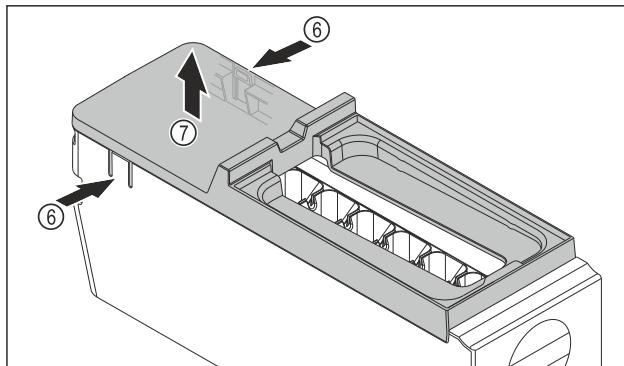

Fig. 112
- Изваждане на капака на корпуса на EasyTwist-Ice: Натиснете езичетата Fig. 112 (6) от двете страни на корпуса на EasyTwist-Ice с една ръка.
- С другата ръка извадете капака Fig. 112 (7) нагоре.